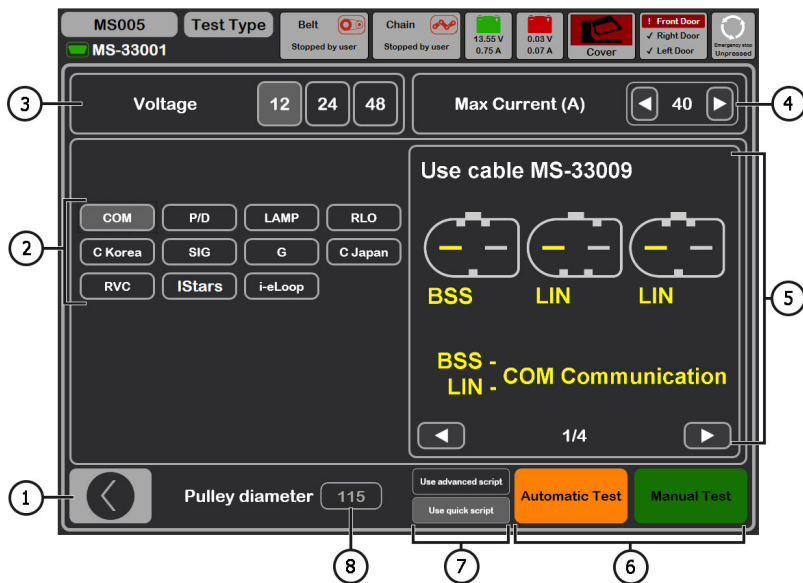

图 22. 被检测交流发电机类型选择菜单
启用交流发电机检测模式后，将打开**被检测交流发电机类型选择菜单**（见图 22），其中包含：
- 7 – 调节交流发电机负载，数值以图 22 中位置 4 所设定值的百分比表示。
“Pulley RPM” – 交流发电机皮带轮转速；若在图 22 中位置 8 未设置皮带轮直径，则显示驱动转速值。